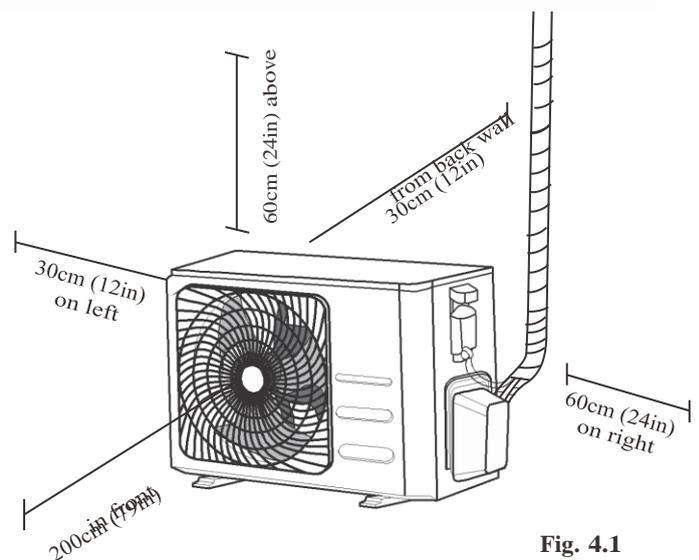

Fig. 4.1
- ☑ Respectă toate cerințele spațiale prezentate în cerințe privind spațiul de instalare (Fig. 4.1)